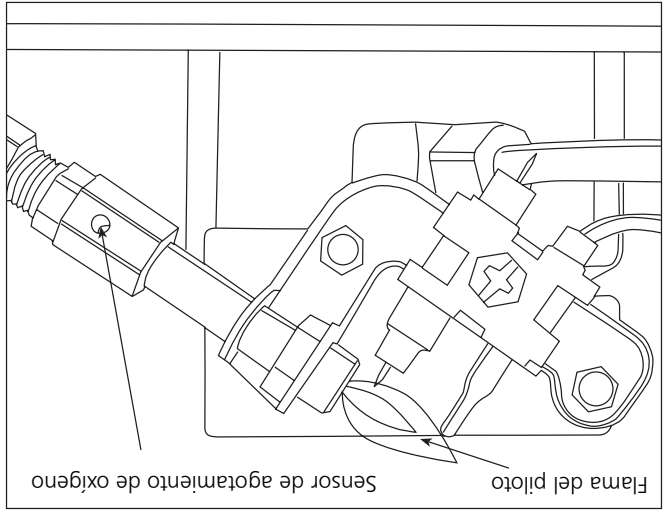

Figura 2
- 3 Quite (4) cuatro tornillos que aseguran la tapa trasera al Calentador.
- 5 Quite (4) cuatro tornillos y línea de quemador que retiene tornillos y línea de combustible de la espalda de quemador. Quite la asamblea de quemador de la espalda de quemador.
- 8 Inspeccione y limpie el piloto (montado en el soporte) con una aspiradora o con aire a presión a través de los orificios en el piloto los cuales se indican con flechas en la Figura 2.
arriba. Una llama levemente llama rodeará la termocupla justo debajo de la punta. Ver Figura 2, azul (no amarilla) y debe extenderse más allá de la termocupla. La periódicamente durante su uso. La llama del piloto debe ser de color inspeccione visualmente la llama del piloto y el quemador superior en el frente del calentador) despididas todo el tiempo. Mantenga las áreas de ventilación (las ranuras en la parte inferior y materiales combustibles, gasolina y otros líquidos y vapores inflamables.
- Ligeramente deprima y gire el Botón de Control en contrario para "PILOTAR" la posición, totalmente deprimir para encender a piloto y asimiento durante 30-60 segundos. Repita hasta pilotos. Ver la Figura 2.